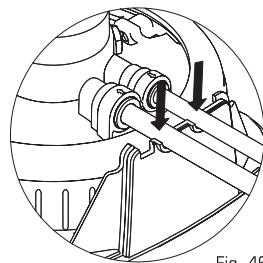

Fig. 46
La cubierta superior no encaja correctamente.	-Vuelva a colocar la Cubierta superior (pág. 10, Fig. 46).
6. Asegúrese de que los tubos de la manguera estén en las hendiduras de la parte trasera de la Base. (Fig. 46).